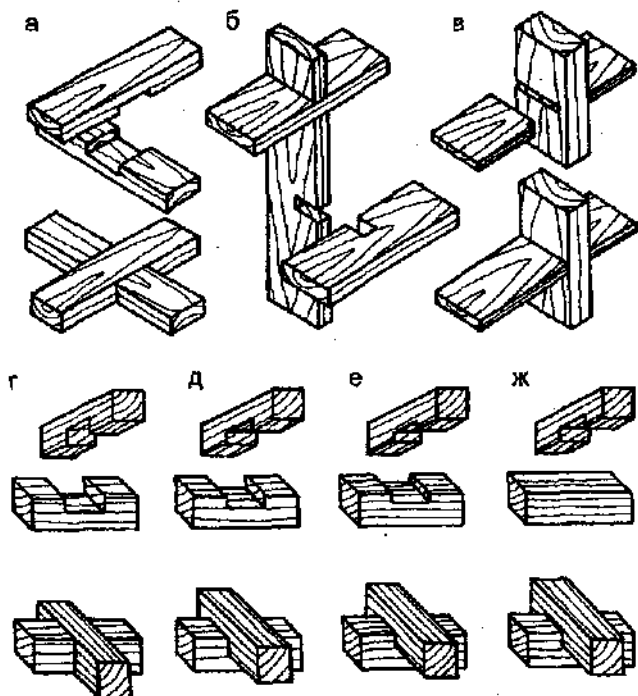

Рис. 119. Крестообразные соединения досок (а-в) и брусков (г-ж)
**Крестообразные соединения.** При изготовлении полов, решеток и каркасов крестообразные соединения досок и брусков можно сделать по вариантам, представленным на рис. 119.